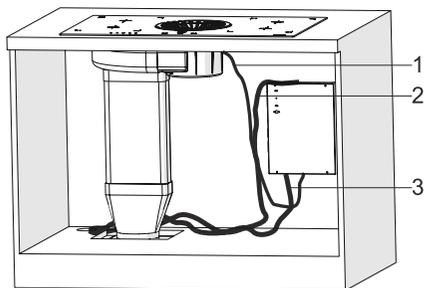

Fig. 27
11. ► Collegare i cavi del dispositivo (Fig. 27).